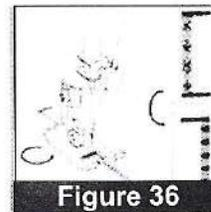

Figure 36
5. Seleccione #12 en la perilla de puntada de pauta. ENCIENDA interruptor. Cosa aproximadamente 3-4 puntadas en la velocidad baja. APAGUE interruptor. (Figure 36)